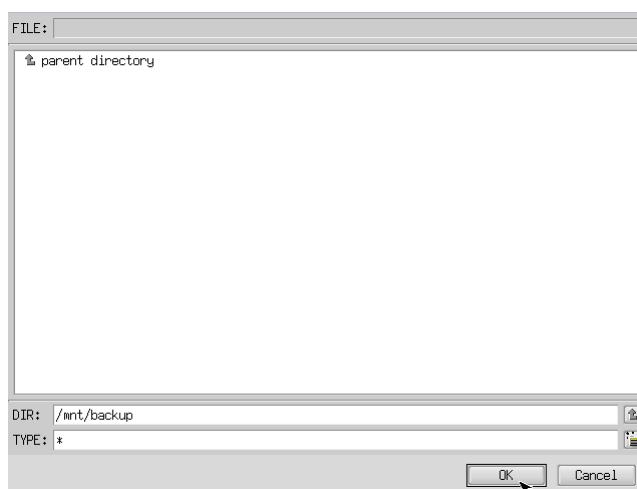

図 6-3-3. フォルダ参照画面
- ⑦ フォルダ参照画面（図 6-3-3）が表示されます。②で接続したパーティションは、/mnt にマウントされますので、/mnt 以下のフォルダを選択してください。[OK] を押すとフォルダ選択画面にもどります。